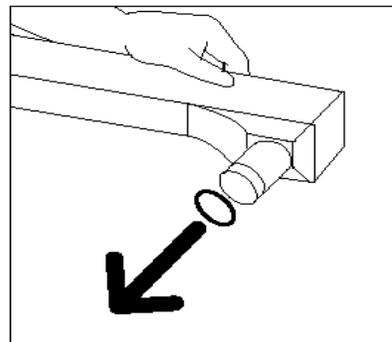

Abb. 39: Kappe entfernen
- 9** Die Kappe des Behälters entfernen (s. Abb. 39).